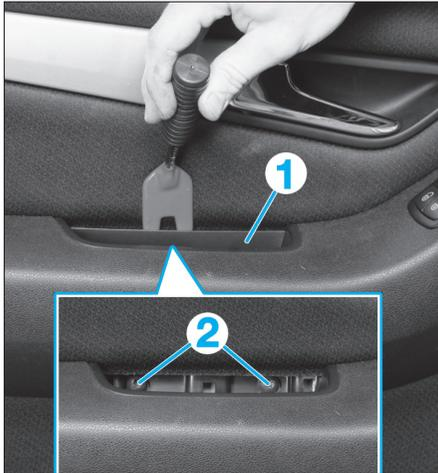

FIG. 40
- Dégrafer le cache (1) (**Fig.40**).